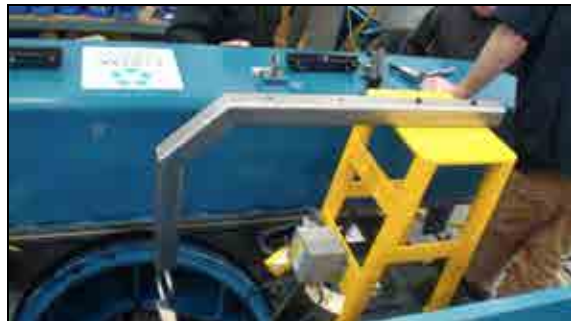

Рис. 4-49. Стойка кабелей в убранном положении
7. Поместите стойку кабелей в убранное положение (см. Рис. 4-49).